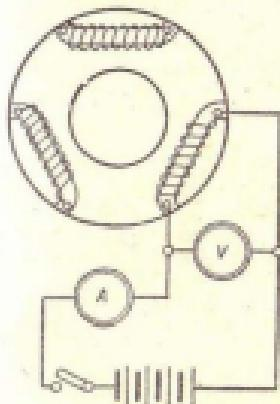

Рис. 217. Схема проверки неправности обмоток основания магнитно-моторного устройства „Бытка”.
**Ремонт основания.** Катушки, в обмотках которых обнаружено замыкание между витками или обрывы, заменяют новыми. Проверка исправности катушек производится по схеме, показанной на рис. 217. В случае обрыва обмотки амперметр не будет давать показаний. Наличие замыкания между витками определяется путем сравнения получаемого сопротивления обмоток с эталонным. Этаплонное сопротивление для обмоток катушки зажигания составляет 0,225 ома, а для обмотки катушки зажигания — 0,297 ома.